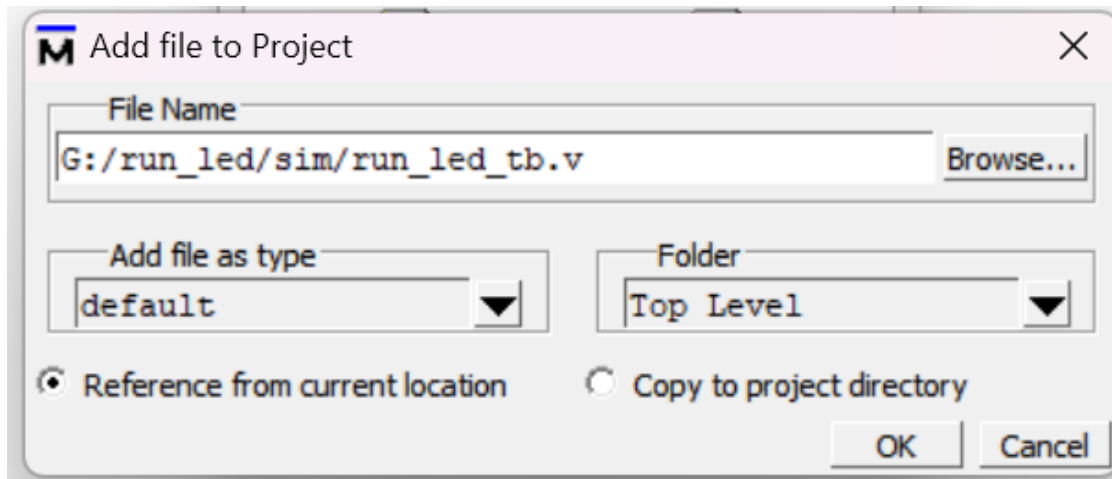

图 21 添加仿真文件
⑥ 选择 Add Existing File 再进行添加仿真文件，如图 21 所示。点击 OK。